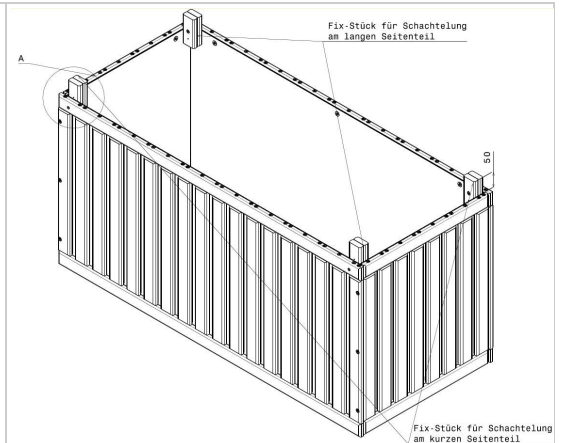

Bild 7
Dafür wird das Untergestell mit 4 Fixierstücken versehen (Bild 7).
Bei der Montage verschrauben sie mit jeweils einer Schraube (1) in jeder Ecke ein Fixierstück von außen am langen Seitenteil (Achtung Zeichnung Bild 7 nicht Korrekt!).